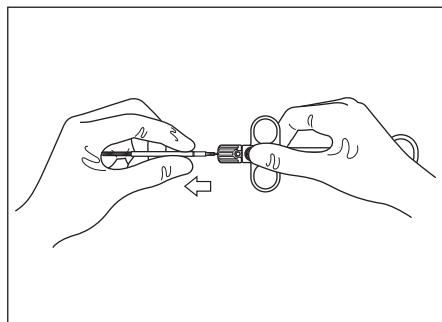

図3.15
2. スライダのボタン（赤）を押しながら操作ワイヤを引っ張り、操作部を取りはずします。（図3.15参照）